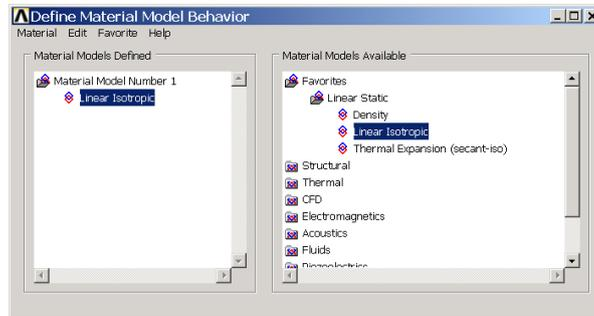

图12.27 定义材料参数
(6) 单击 **Main Menu>Preprocessor>Material Props>Material Models** 菜单，打开 **Define Material Model Behavior** 对话框，按图 12.27 所示，双击 **Linear Isotropic** 菜单，在接着弹出的对话框中定义弹性模量为 **2.1E6**，然后单击 **OK** 确认。